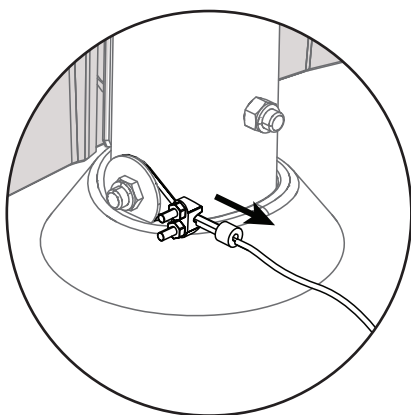
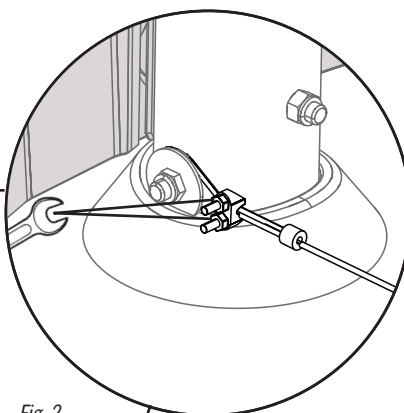
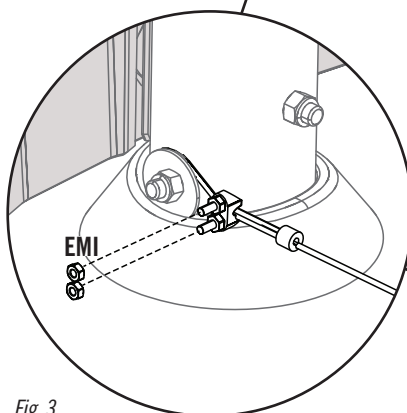

Fig. 1
Fig. 2
Fig. 3
- Now, remove any slack in the cable (**Fig. 1**), then tighten the nuts already on the cable as shown (**Fig. 2**). Secure two additional sets of **Nuts (EMI)** (**Fig. 3, 4**) to the cable to cover any exposed threads.
- Maintenant, éliminez tout jeu du câble (**Fig. 1**), ensuite serrez bien les Écrous already on le câble comme illustré (**Fig. 2**). Attachez deux jeux d'Écrous (**EMI**) (**Fig. 3, 4**) supplémentaires au câble pour couvrir du filetage exposé.
- Ahora, elimine cualquier distensión en el cable (**Fig. 1**), entonces apriete las tuercas ya están en cable como se muestra (**Fig. 2**). Sujete dos juegos de **Tuercas (EMI)** (**Fig. 3, 4**) adicionales al cable para cubrir cualquier rosca expuesta.